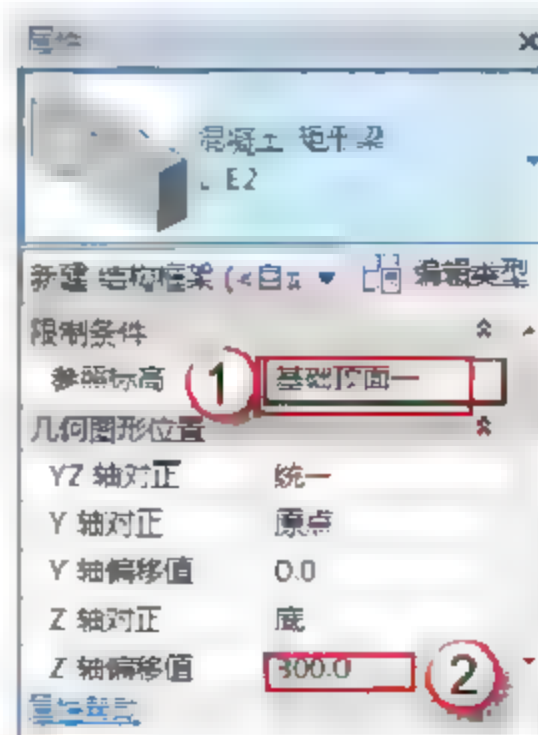
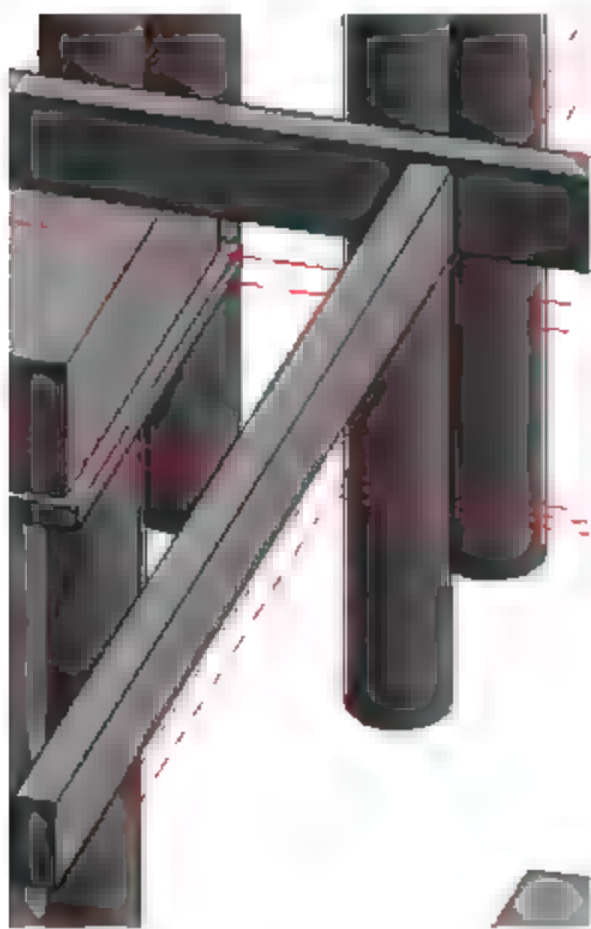

图 3.1.74 设置 Z 轴偏移值
图 3.1.75 绘制 L-E2
(21) 绘制 L-E2。选择“结构”→“梁”命令，在“属性”面板中调整参数标高（基础顶面一），Z 轴偏移值 300 个单位，如图 3.1.74 所示。找到 L-E2 的位置从一侧向另一侧绘制，如图 3.1.75 所示。